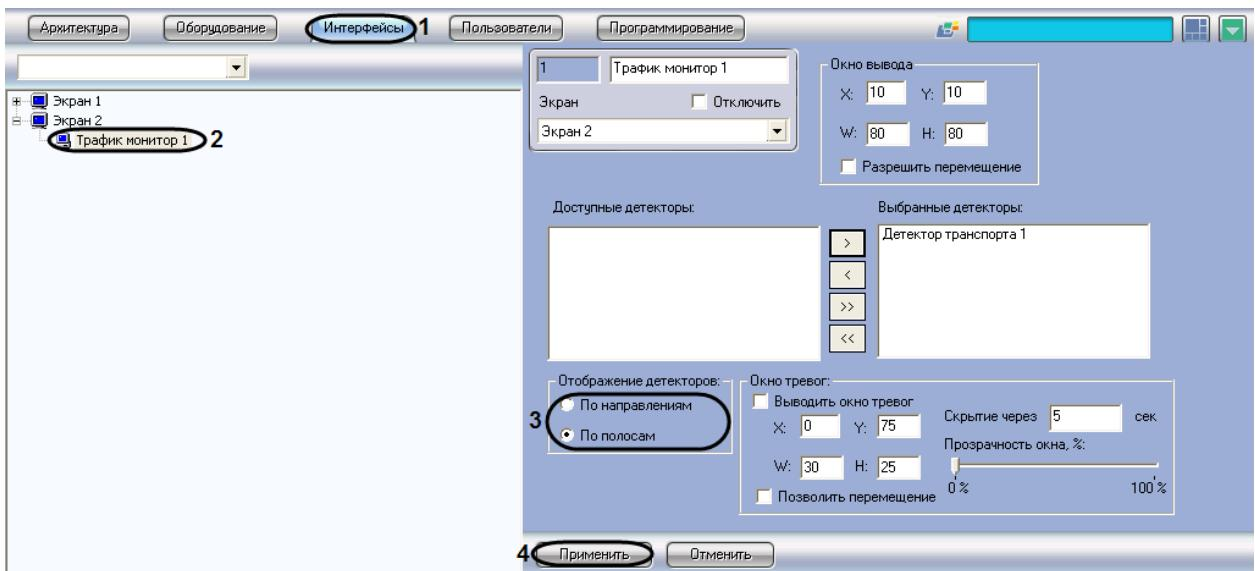

Рис. 7.7—3. Выбор способа отображения информации о движении ТС
- Установить переключатель «Отображение детекторов» в одно из предложенных положений (по направлениям, по полосам) (см. Рис. 7.7—3, 3).
4. Нажать кнопку «Применить» для сохранения настроек (см. Рис. 7.7—3, 4).